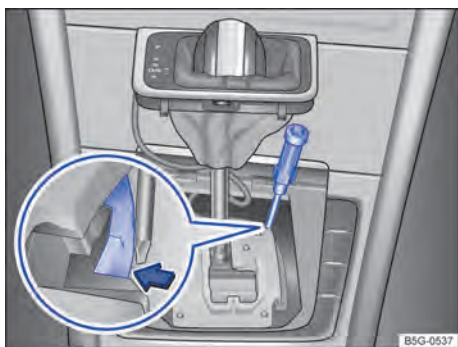

Fig. 139 Remover a cobertura do quadro da alavanca seletora e realizar um destravamento de emergência do bloqueio da alavanca seletora.
- Puxar cuidadosamente para cima a cobertura na região da guarnição da alavanca seletora com os cabos elétricos conectados → Fig. 139.
- Com a lâmina plana da chave de fenda das ferramentas de bordo pressionar cuidadosamente a alavanca de destravamento no sentido da seta e manter nessa posição → Fig. 139.